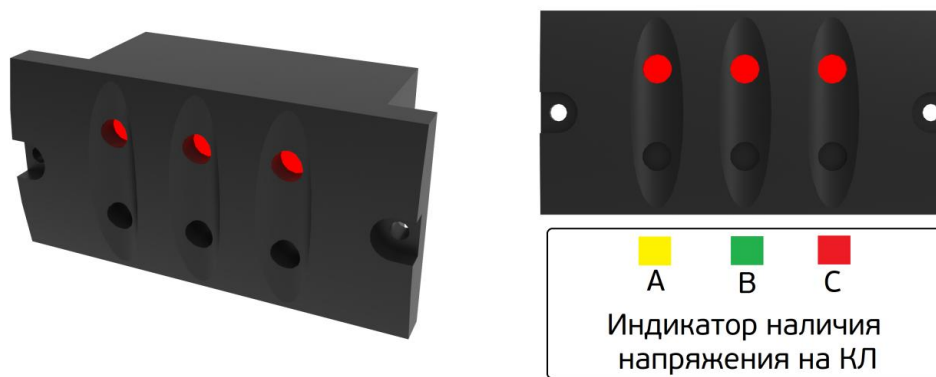

Рис. 5.4 Устройство EVI
На каждом присоединении устройства КРУЭ на лицевой панели установлены устройства индикации напряжения EVI (Рис. 5.4), устройство подключено к емкостным делителям напряжения встроенным в бушинги проходных изоляторов в кабельном отсеке. Устройство снабжено тремя световыми индикаторами наличия напряжения по одному на каждую фазу КЛ, а также штекерными отверстиями располагающимися рядом с каждой из ламп, цветовая маркировка фаз наносится под устройством.
Фази́ровка кабе́ля присоеди́нения (1) (вновь включаемого или после ремонта) проводится с кабелем другого присоеди́нения (2), находящимся под напряжением, расположе́ние и чере́дование фаз которого уже проверено и является правильным (Ж-З-К). Фази́ровка проводится посре́дством фазового компара́тора (Рис. 5.5) путем устано́вки штыре́вых контаќтов компара́тора в штекерные отве́рстия соотве́ствующих фаз фази́руемых присоеди́нений (Рис. 5.6). При подклю́чении пере́носного указа́теля к одноиме́нным фа́зам (Рис. 5.4) – ла́мпа указа́теля не го́рит, к разны́м фа́зам – го́рит (т.е. та́кже, как при фази́ровке “в го́рячую”). При выполне́нии фази́ровки можно воспользо́ваться та́блицей 3.